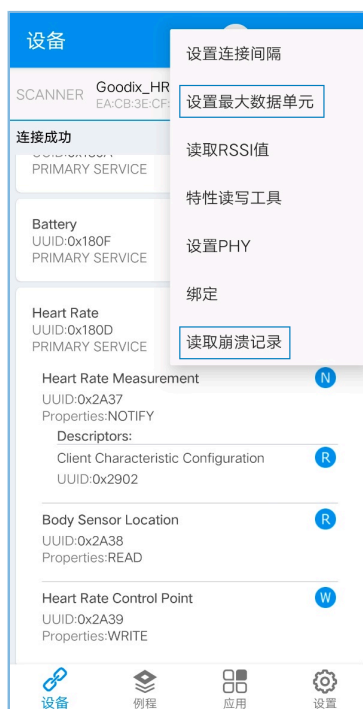

图 3-4 设置最大数据单元并读取崩溃记录
2. 点击右上角的 **⋮** 按钮，先选择“设置最大数据单元”将值设置为“512”，再选择“读取崩溃记录”获取FaultTrace Data，如图 3-4所示：